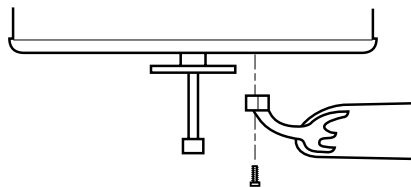

Figura 7d - Fixando os prendedores de pás ao cubo do conjunto do ventilador
4. Para cada pá, insira um parafuso de montagem da pá através do prendedor da pá conforme mostrado na Figura 7d, deixando-o ligeiramente apertado no ventilador. Insira o segundo parafuso de montagem da pá; em seguida aperte firmemente ambos os parafusos de montagem.